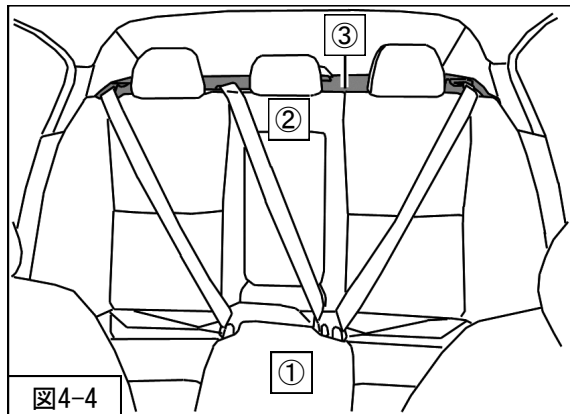

図4-4
を車両に取付けてください。(図4-4)
8. ②①リアシートを車両に取付けてください。(図4-4)